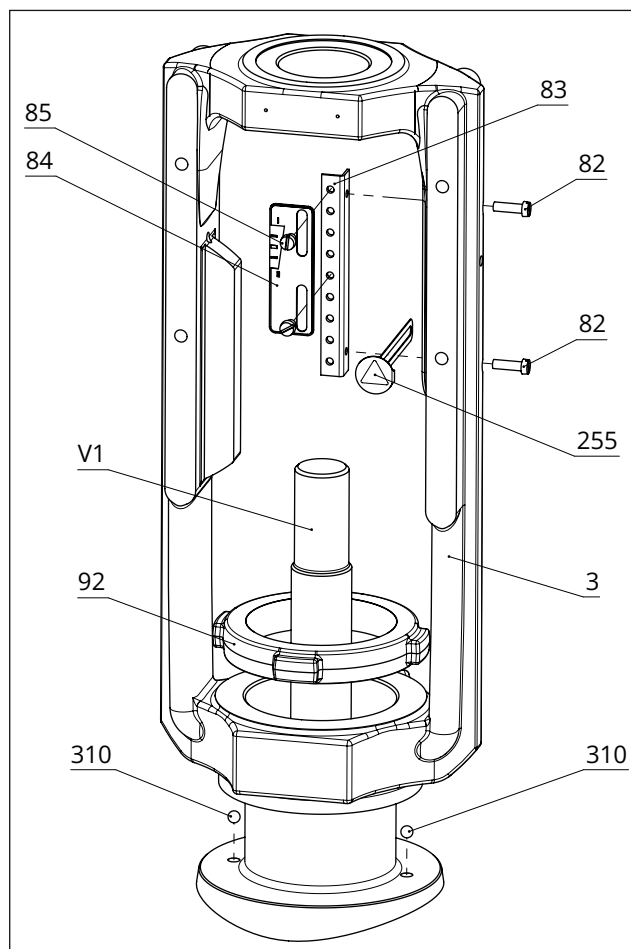
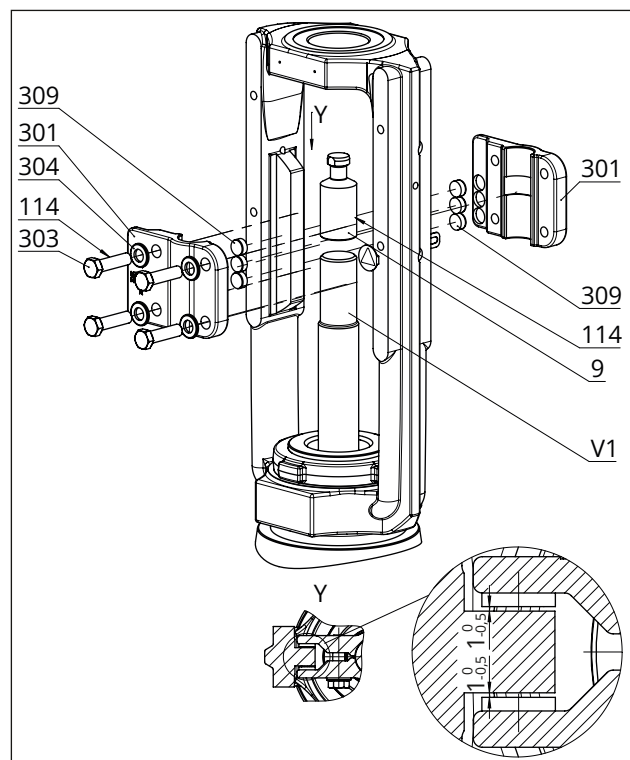

Bild 22: Montageübersicht der Baugruppe Joch mit Hubschild in der Standardausführung
Bild 23: Montageübersicht der Verdrehsicherung in der Standardausführung
Vgl. Bild 22 und Bild 23
- Zwischen den Gleitscheiben und ihrer Auflage am Joch ist ein nomineller Spalt zwischen 0,5 und 1 mm auf jeder Seite (vgl. Detail Y in Bild 23).